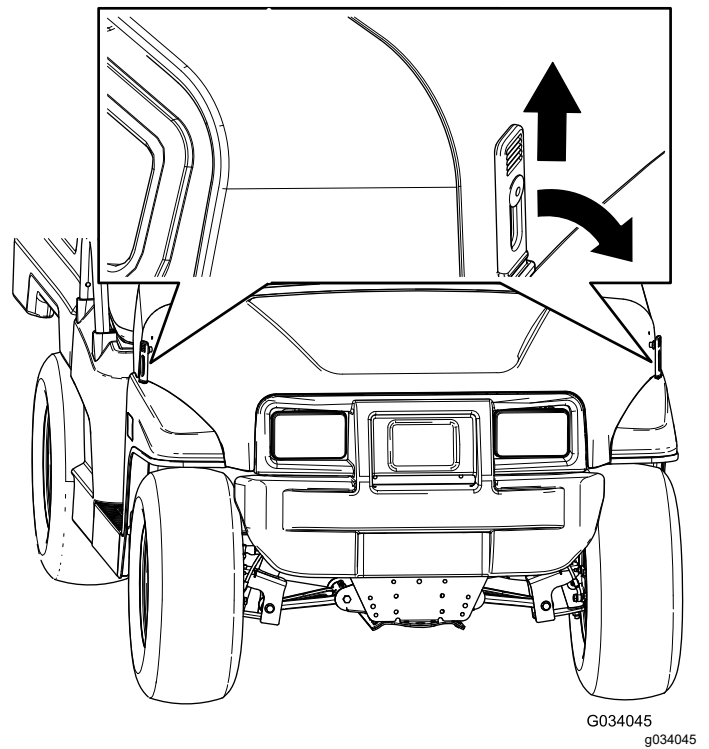

Figura 25
- Sujete el capó alineando los cierres de goma con los anclajes situados en cada lado del capó (Figura 25).
- Tire hacia arriba de los cierres de goma de cada lado del capó (Figura 25).